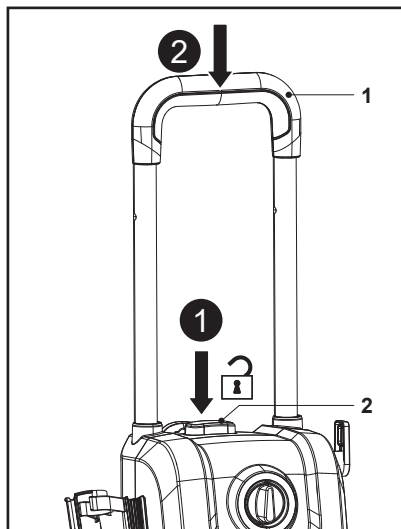

Fig. 16
2. Mantenga pulsado el botón de bloqueo del asa (2) y, a continuación, presione el asa de transporte (1) para retraerla (Fig. 16).